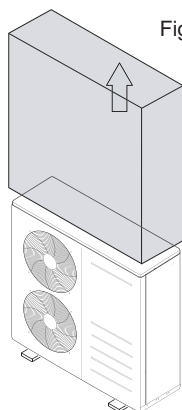
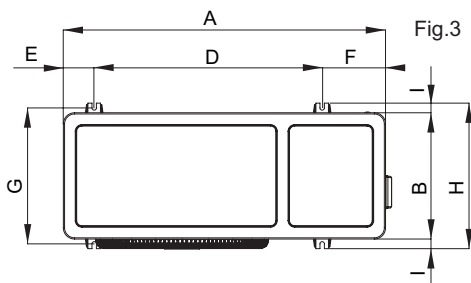

Fig.2
Fig.3
**Nota:** La unidad no debe estar rodeada por más de tres paredes (debe quedar alguna libre) para respetar la ventilación necesaria para su funcionamiento correcto. Durante la instalación, levantar la unidad con ayuda de carretilla elevadora o similar. Mantenerla siempre en posición vertical. Una vez colocada en su ubicación definitiva, tirar hacia arriba de la caja de cartón (**fig. 2**). Se recomienda la utilización de antivibradores, para fijar la máquina al soporte o suelo. A este objeto, damos en la siguiente figura las medidas para colocación de los mismos (**fig. 3**).